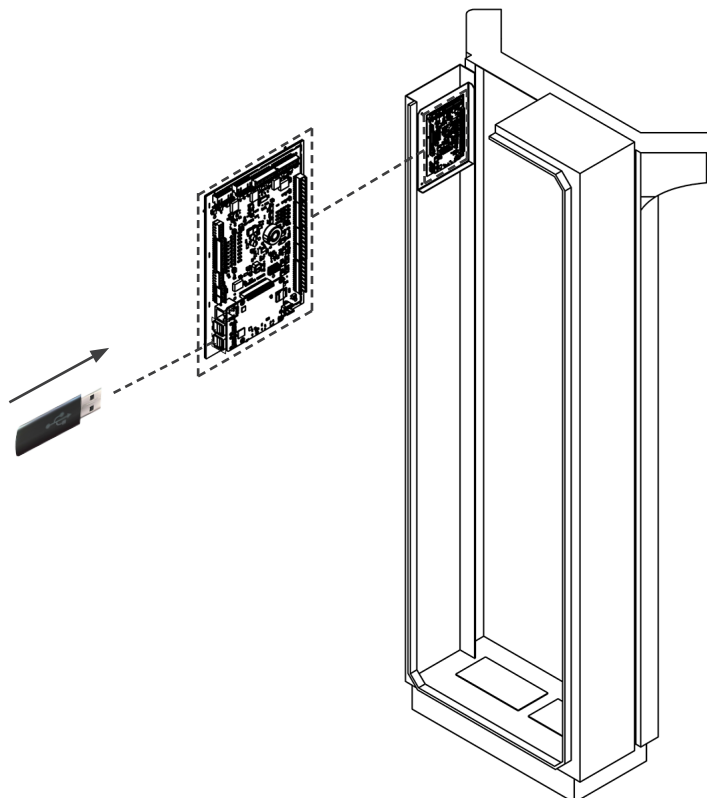

Figura 8.21: Localização da porta USB no cartão eletrônico
- a. Abra a porta do Totem, para detalhes como abrir a porta consulte o Item 3.2.5 Abertura e Fechamento das Portas do Totem na página 3-9, e localize no canto superior esquerdo o cartão eletrônico, identifique as portas USB no canto inferior esquerdo do cartão eletrônico, conforme a Figura 8.21 na página 8-15.